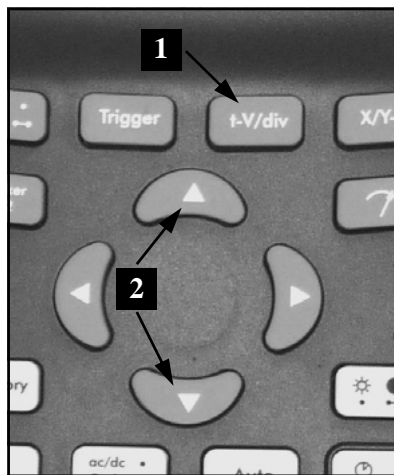
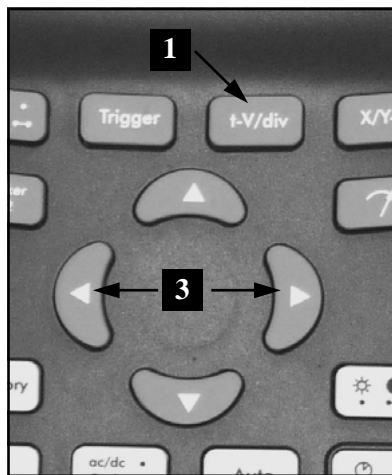

Fig 40
Fig 41
Per prima cosa premere il tasto „t-V/div“ (1), utilizzare i tasti su/giù (2) per modificare la sensibilità d'ingresso (V/div) (Fig 40). Premere il tasto sinistra/destra (3) per modificare la base dei tempi (time/div). (Fig 41)
1. Cambiare i Volt/div (Fig. 40):
2. Cambiare la base dei tempi (fig. 41):